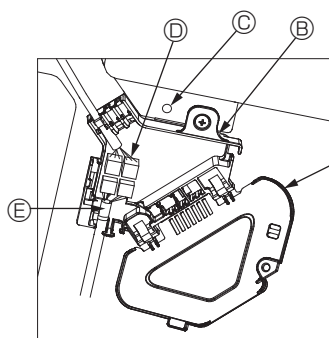

Fig. 10-8
- ① Retire el tornillo que sujeta la cubierta de la caja de conexión, y luego abra la cubierta.
- ② Conecte firmemente el conector del cable de enlace del motor de los deflectores y el conector del cable de dicho motor en la caja de conexión. (Fig. 10-8) Encontrará dos conectores del motor de los deflectores: un conector azul y un conector naranja. Cuando conecte los conectores, asegúrese de que los colores coincidan.
- ③ Cierre la cubierta de la caja de conexión.